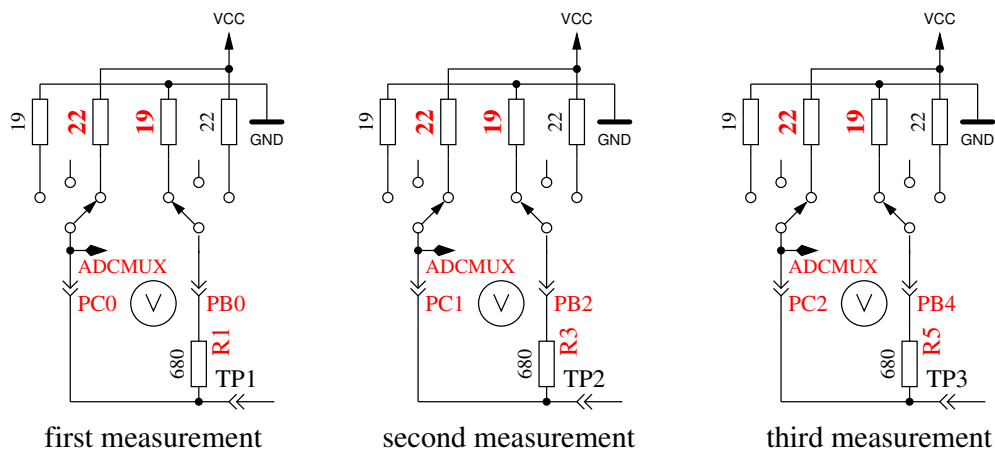

Abbildung 5.61. Messung des Innenwiderstandes des auf VCC geschalteten Port-C-Ausgängen.
9. **Messung des Innenwiderstandes von auf VCC geschalteten Port-Ausgängen.** Der benötigte Strom wird von auf GND geschalteten 680Ω-Widerständen geliefert. Es ist die gleiche Messung wie die in Test 8 zur anderen Seite, wie in Abbildung 5.61 gezeigt wird. Der Innenwiderstand wird wie folgt berechnet: Um den Strom zu berechnen: $(5001 - (\text{Ergebnis von Test 8}) - (\text{Ergebnis von Test 9})) / 680$. Die Widerstandswerte ergeben sich, wenn die gemessene Spannung durch diesen Strom dividiert wird. Das Ergebnis für diesen Test wird dann in Zeile 1 mit dem Text „RI_Hi=“ in Ω angezeigt, der Innenwiderstand zur GND-Seite wird in Zeile 2 mit dem Text „RI_Lo=“ angezeigt. Diese Werte werden ab Software-Version 1.06k bei jeder Messung neu bestimmt und hier nur dargestellt.